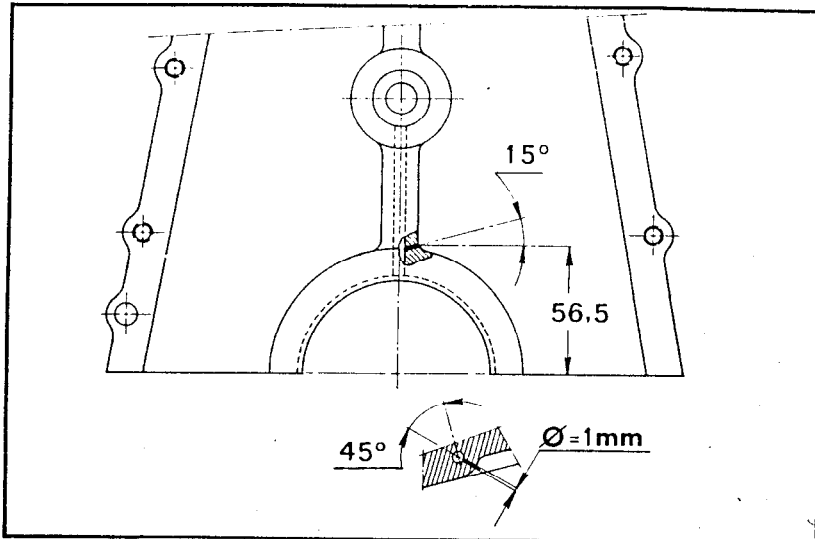

Fig. 3
3. Positionner la semelle du montage sur le carter-cylindres, et la maintenir à l'aide de la vis (1) ( voir figure 3).